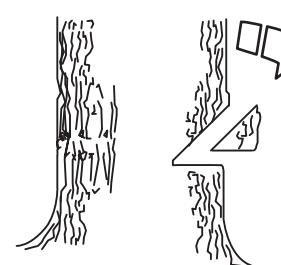

Рисунок 15 — Нижний пропил
- Затем сделайте нижний подпил (см. рис. 15) и убедитесь, что он точно совпадает с нижней частью верхнего пропила. Глубина направляющей зарубки должна составлять 1/4 диаметра ствола, а угол должен быть примерно 45 градусов.